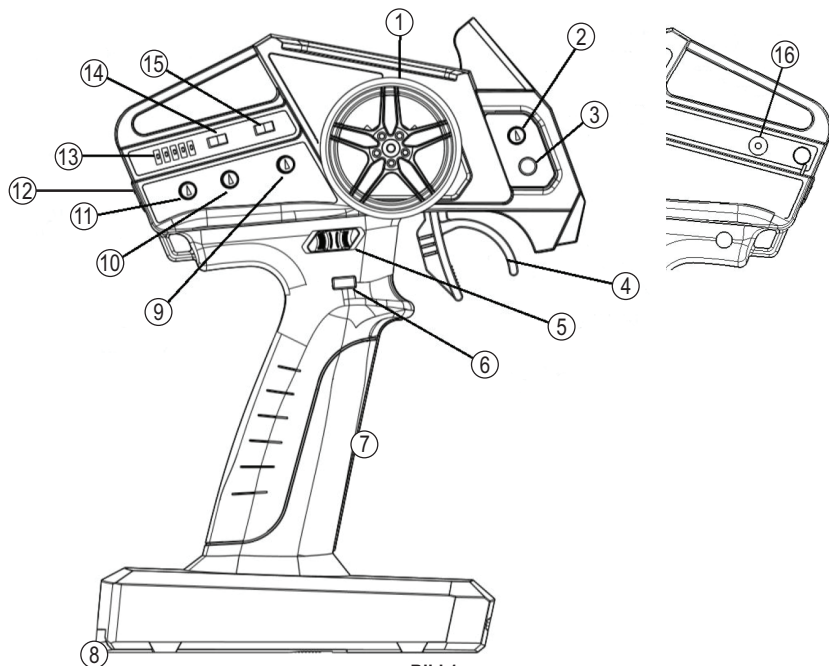

Bild 1
- Bewegen Sie den Ein-/Ausschalter (siehe Bild 1, Pos. 12) nach oben.
- Die LEDs (Bild 1, Pos. 13) zeigen den Batterie-/Akkuzustand an, je weniger LEDs leuchten, umso niedriger ist dieser:
Der Sender verfügt an der Seite über eine Ladebuchse (Bild 1, Pos. 16), über die eingelegte Akkus geladen werden können (Abmessungen/Polarität/Ladestrom siehe Kapitel „Technische Daten“).
Mit dem Steuerrad (Bild 1, Pos. 1) wird das am Empfänger-Kanal 1 angeschlossene Lenkservo gesteuert. Bei Drehung des Steuerrads nach links (gegen den Uhrzeigersinn) muss das Fahrzeug abhängig vom Drehwinkel nach links fahren; bei Drehung nach rechts (im Uhrzeigersinn) nach rechts.
- Drehregler „ST-TRIM“ (Bild 1, Pos. 9): Mittel-/Neutralstellung des Lenkservos (bzw. Geradeausfahrt des Fahrzeugs) einstellen, siehe Kapitel 10.7
- Drehregler „GYRO LV / ST-D/R“ (Bild 1, Pos. 11): Nur wenn der Gyro im Empfänger **ausgeschaltet** ist: Begrenzung des Maximalausschlags des Lenkservos, siehe Kapitel 10.8
- Reverse-Schalter „ST“ (Bild 1, Pos. 14): Richtungsumkehr für Lenkfunktion, siehe Kapitel 10.9
Mit dem Gashebel (Bild 1, Pos. 4) wird der am Empfänger-Kanal 2 angeschlossene Fahrtregler (bzw. ein Gas-Servo eines Verbrenner-Fahrzeugs) gesteuert.
- Drehregler „TH-TRIM“ (Bild 1, Pos. 2): Mittel-/Neutralstellung einstellen, siehe Kapitel 10.10
- Drehregler „TH-D/R“ (Bild 1, Pos. 10): Dualrate-Einstellung, siehe Kapitel 10.11
- Reverse-Schalter „TH“ (Bild 1, Pos. 15): Richtungsumkehr, siehe Kapitel 10.12
Sollte das Fahrzeug während dem Fahren die Tendenz aufweisen, nach links oder rechts zu ziehen, obwohl sich das Steuerrad in der Mittelstellung befindet, so stellen Sie am Sender mit dem Drehregler „ST-TRIM“ (siehe Bild 1, Pos. 9) die Trimmung für die Lenkung entsprechend ein.
Während dem Verstellen zeigt eine der LEDs (Bild 1, Pos. 13) die Trimmposition an; nach ca. 5 Sekunden ohne Bewegung des Drehreglers wechselt die LED-Anzeige wieder zurück zum Batterie-/Akkuzustand.
Der Drehregler „GYRO LV / ST-D/R“ (Bild 1, Pos. 11) hat zwei verschiedene Funktionen, je nachdem, ob der Gyro im Empfänger eingeschaltet oder ausgeschaltet ist.
Mit dem Drehregler „GYRO LV / ST-D/R“ (Bild 1, Pos. 11) kann die Gyro-Empfindlichkeit verändert werden. Eine ausführliche Beschreibung finden Sie in Kapitel 11.
Mit dem Drehregler „GYRO LV / ST-D/R“ (Bild 1, Pos. 11) lässt sich der maximale Lenkwinkel begrenzen, wodurch sich das Fahrzeug bei schneller Fahrt besser steuern lässt, da es feinfühlicher reagiert.
Während dem Verstellen zeigt eine der LEDs (Bild 1, Pos. 13) die Einstellung an; nach ca. 5 Sekunden ohne Bewegung des Drehreglers wechselt die LED-Anzeige wieder zurück zum Batterie-/Akkuzustand.
Mit dem Schiebeschalter „ST“ (Bild 1, Pos. 14) kann die Bewegungsrichtung des Lenkservos umgekehrt werden (z.B. wenn Sie den Sender mit der rechten Hand festhalten und mit der linken Hand steuern).
Falls das Fahrzeug nicht stehen bleibt, wenn Sie den Gashebel loslassen (Mittel-/Neutralstellung) so stellen Sie am Sender mit dem Drehregler „TH-TRIM“ (Bild 1, Pos. 2) die Trimmung für die Fahrfunktion entsprechend ein.
Während dem Verstellen zeigt eine der LEDs (Bild 1, Pos. 13) die Trimmposition an; nach 5 Sekunden ohne Bewegung des Drehreglers wechselt die LED-Anzeige wieder zurück zum Batterie-/Akkuzustand.